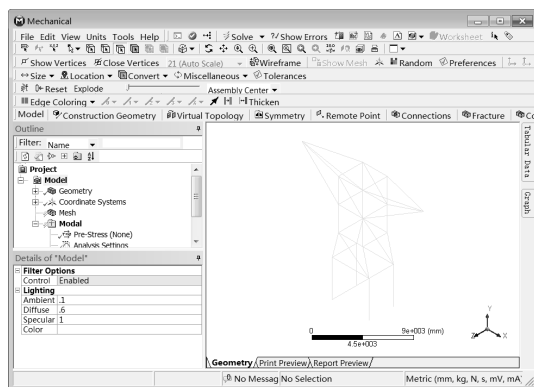

图 8-10 Mechanical 界面
Step1: 双击项目 B 中的 B4 (Model) 选项, 此时会出现 Mechanical 界面, 如图 8-10 所示。